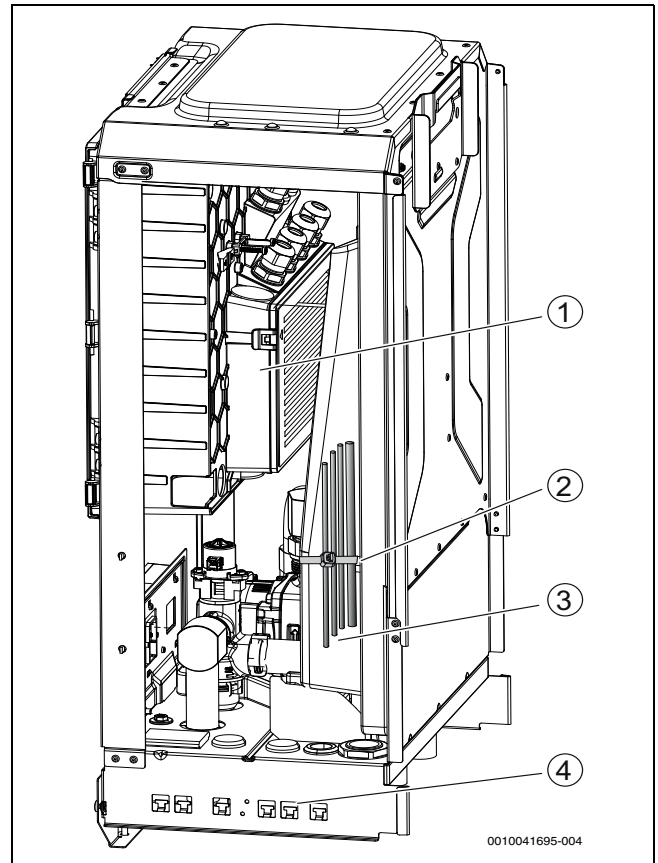

Bild 30 Kabelführung
- Anschlusskabel über die Kabeldurchführungen auf der Unterseite der Inneneinheit führen. Die richtige Reihenfolge der Kabel ist Abbildung 30 zu entnehmen.
- Kabel mit Kabelbindern an den Befestigungspunkten befestigen (→Abbildung 30 [3], Abbildung 30 [2], [4]). Darauf achten, die Kabel nicht über Kreuz zu verlegen.
- Kabel in der Inneneinheit verlegen und befestigen (→Abbildung 30).